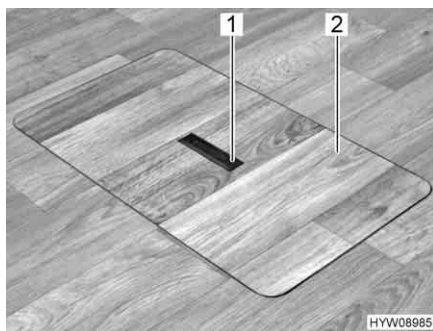
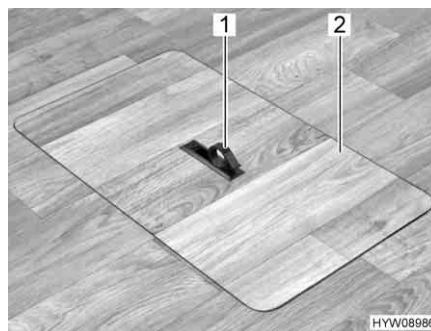

Fig. 69 Copertura vano pavimento (maniglia abbassata)
Fig. 70 Copertura vano pavimento (maniglia estratta)
- Spingere la piastra di presa (Fig. 69,1) verso il basso da un lato. La maniglia (Fig. 70,1) viene ruotata verso l'alto.
- Alzare la copertura (Fig. 70,2).
- Collocare la copertura (Fig. 70,2) nell'intelaiatura presente sul fondo.